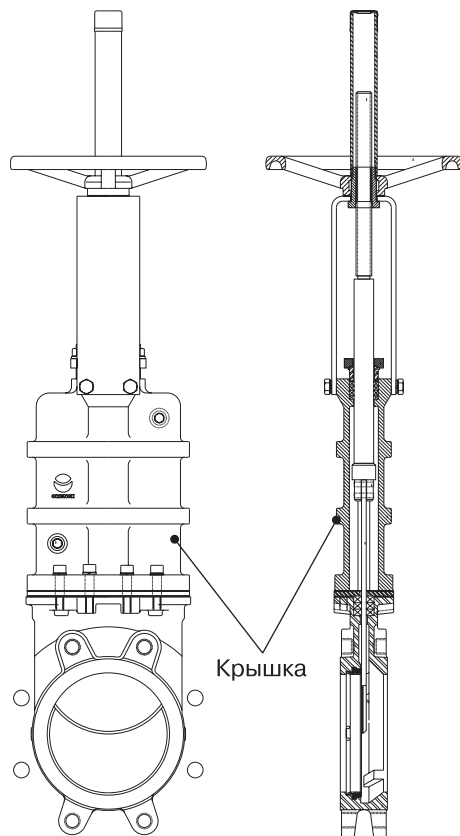

Рис. 1
Снижает необходимость в техническом обслуживании и ремонте сальника (Рис. 1).
Параметры для расчета (Рис. 1а):
- 4) Возможна поставка опоры для пьедестала как дополнительной опции (Рис. 1б).
Рис. 1а
Рис. 1б